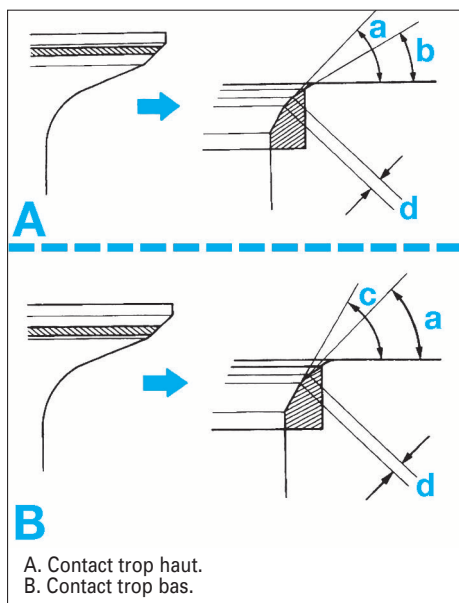

FIG. 3
* Si le contact s'effectue trop haut sur la portée de la soupape, employer des fraises à 30° et 45° pour rectifier le siège ; si au contraire il se situe trop bas, utiliser des fraises à 60° et 45° (fig. 3).